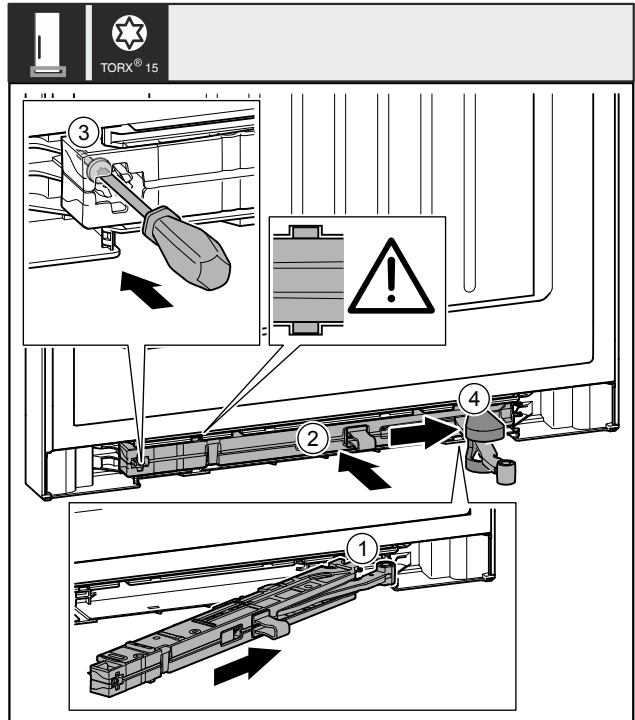

Fig. 49
- ▶ Iebīdiet slīpi durvju amortizatora mezglu Fig. 49 (1) gultņa balsta pusē līdz galam padziļinājumā.
- ▶ Iebīdiet durvju amortizatora mezglu Fig. 49 (2) pilnīgi padziļinājumā.
- ▶ Pieskrūvējiet skrūvi Fig. 49 (3) ar skrūvgriezi.
- ▶ Uzbiļdiet pārsegu Fig. 49 (4) pāri šarnīram.